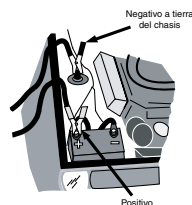
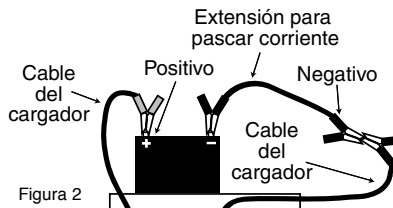

Figura 1
Figura 2
- Determine cuál de los bornes de la batería está conectado a tierra en el chasis. Si el borne negativo está conectado al chasis (como en la mayoría de los vehículos), vea la figura 1 y el paso 5 a. Si el borne positivo está conectado al chasis, vea la figura 2 y el paso 5 b.